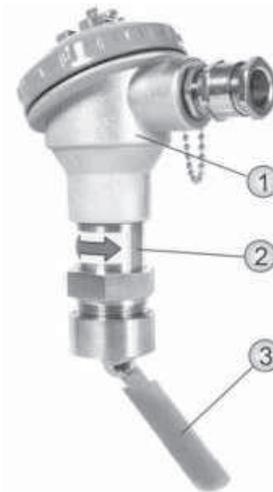

Рисунок 1. Внешний вид реле потока
Реле потока (см. рисунок 1) состоит из электронного преобразователя (1), герконового реле (2) и датчика потока (3). Электронный преобразователь состоит из корпуса, содержащего плату с клеммами. Герконовое реле содержит пружину, магнит, закрепленный на фторопластовом цилиндре, геркон и центральный стержень.